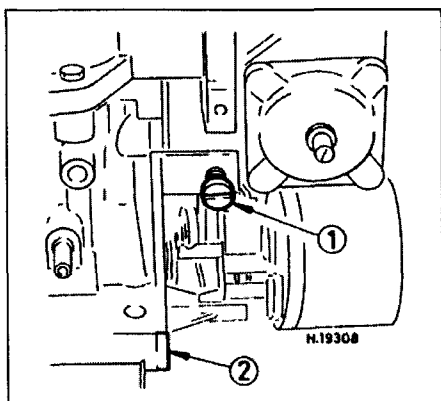

Рис. 4.3 Местоположение винтов регулировки холостого хода
- 3 Установите необходимые обороты двигателя винтом "оборотов" (рис. 4.3).